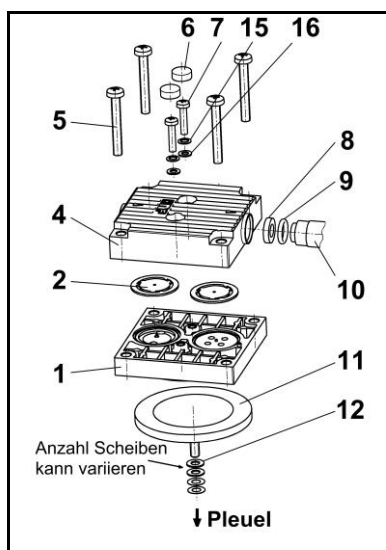

Fig. 10: testata
Reinserire il distanziale (fig. 10/8) nella testata (4); infilare il tubo di collegamento (10) nel foro della testata.
- i** Fare attenzione che l'o-ring (9) poggi sull'estremità del tubo di collegamento.
2. Posizionare le due testate unite dal/i collegamento/i pneumatico/i sui segni (M) fatti in precedenza sulla carcassa.
- i** Nell'eseguire questa operazione, fare attenzione che la copertura (13) poggi sulla testata e non sia schiacciata. A tale scopo, inserire un cacciavite piccolo tra copertura (13) e testata muovendolo con cautela lungo il bordo.
- i** Se la copertura viene schiacciata tra piastra intermedia (1) e testata (4), la pompa non raggiunge la potenza pneumatica nominale.
3. Serrare manualmente le viti (5) a croce su entrambe le testate (coppia di serraggio: 3 Nm).